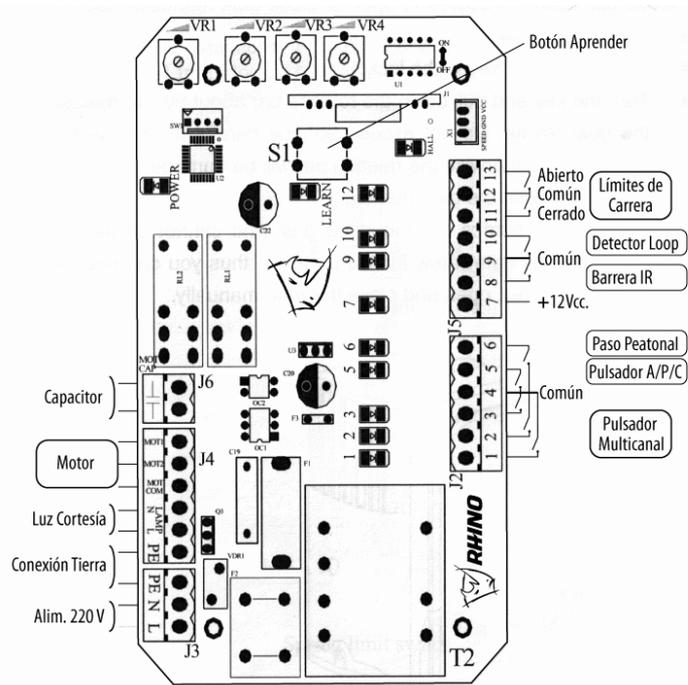

Fig.8
Verifique que la alimentación esté desconectada antes de realizar cualquier conexión eléctrica. Retire la tapa plástica, realice el cableado (consulte la Fig. 8 y las notas de cableado en la placa electrónica) y vuelva a colocar la tapa plástica.
• **Incorporar controles remotos adicionales (Aprender):** Retire la tapa, mantenga presionado el Botón Aprender 'S1' (Vea Fig.8) durante más de 2 segundos, el Led 'LEARN' enciende, luego presione el botón del control remoto que desea utilizar, el 'LED' se encenderá alrededor de 2 segundos y luego se apagará. El proceso de aprendizaje ha terminado. Se pueden incorporar hasta 25 controles remotos.
Indicadores LED (Ver Fig. 8)